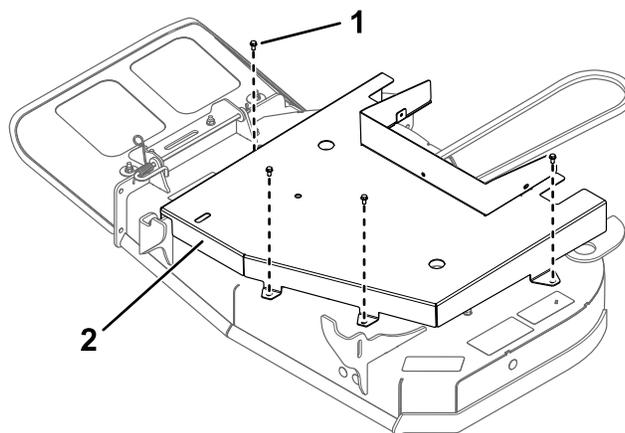

Рисунок 26
4. Удалите 4 болта, которые крепят ограждение деки, и снимите ограждение (Рисунок 26).